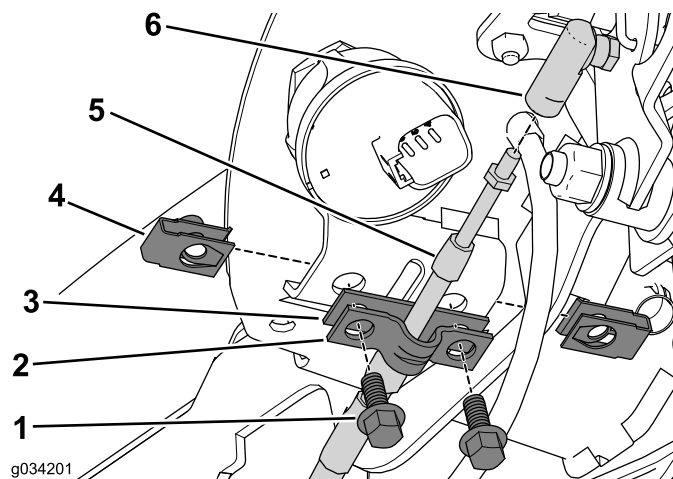

Figura 5
1. Rimuovete i 2 bulloni e i dadi a graffetta che fissano il serrafile e lo spessore al gruppo console (Figura 5).
2. Mettete da parte il serrafile ed eliminate lo spessore (Figura 5).
3. Scollegate il cavo di blocco in folle dal connettore del cavo (Figura 5).